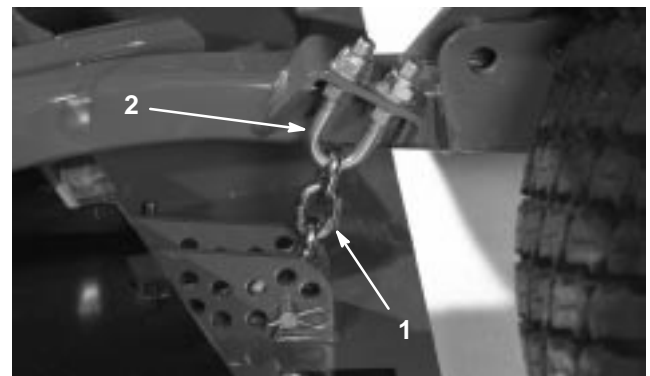

Bild 81
1. Lockern Sie die Klemmmutter an der Unter- oder Oberseite des U-Bügels an der Schnitthöhenkette (Bild 81).